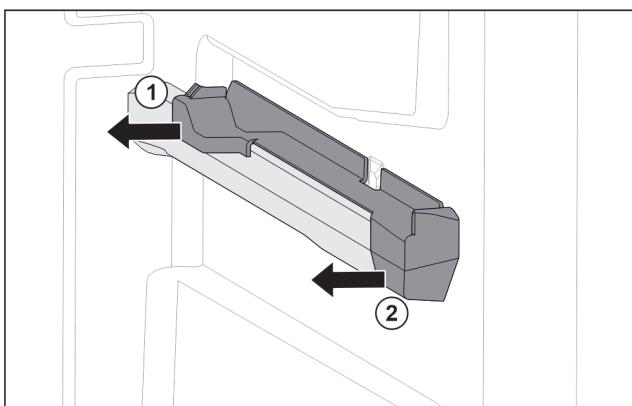

Fig. 112 右侧容器肋梁上的插装件
- ▶ 将插装件后部拉到一侧。Fig. 112 (1)
- ▶ 将插装件前部拉到一侧。Fig. 112 (2)